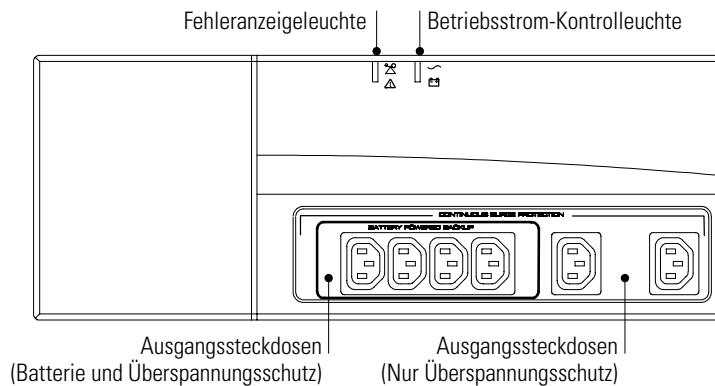
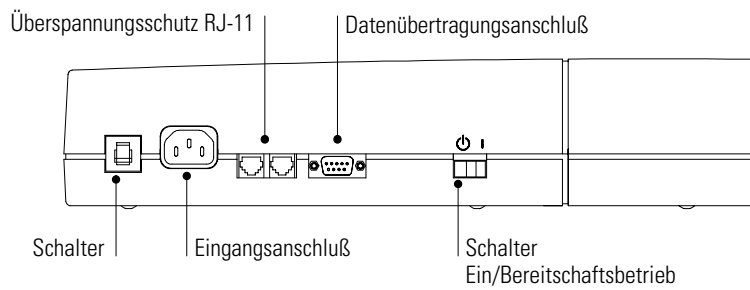
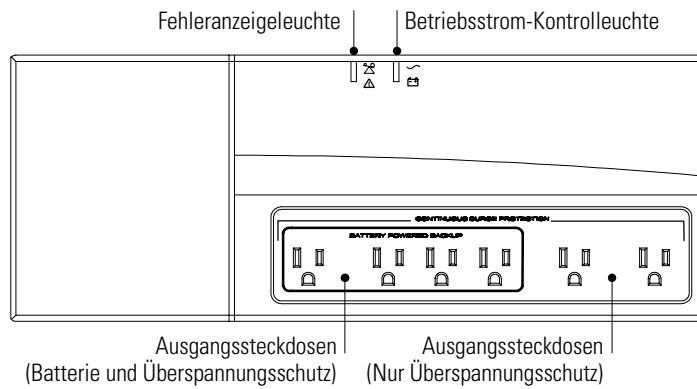
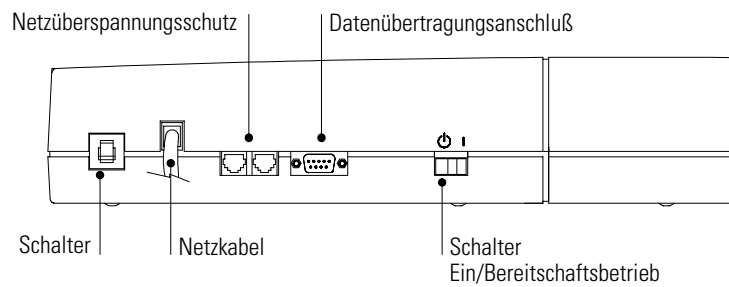

Abbildung 1. Modell 230V Abdeckplatte
Abbildung 2. Modell 230V Seitenplatte
Abbildung 3. Modell 120V Abdeckplatte
Abbildung 4. Modell 120V Seitenplatte
3. Die USV durch Drücken des | schalter starten, wie in Abbildung 2 oder Abbildung 4 auf Seite 44 dargestellt. Die Spannungsanzeige leuchtet, wodurch angezeigt wird, daß an den Ausgangsteckdosen der USV Spannung zur Verfügung steht.
Abbildung 1 und Abbildung 2 zeigen Merkmale der Geräte des Typs Modell 230V (Europa), die mit einem Anschlußstecker für das Netzkabel und anderen Ausgangsteckdosen ausgestattet sind. Abbildung 3 und Abbildung 4 zeigen Merkmale der Geräte des Typs Modell 120V (USA) mit fest angebrachtem Netzkabel.